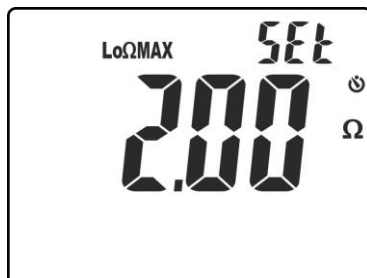

Fig. 26: Configuración umbral límite en la medida de continuidad
4. Pulse las teclas **▼/☼** o **▲/ZERO** para seleccionar el valor comprendido en el rango: **0.05 Ω ÷ 9.99 Ω** (ver la Fig. 26)
4. Pulse las teclas **▼/☼** o **▲/ZERO** para seleccionar el valor comprendido en el rango: **0.05Ω ÷ 9.99Ω** (ver la Fig. 26)